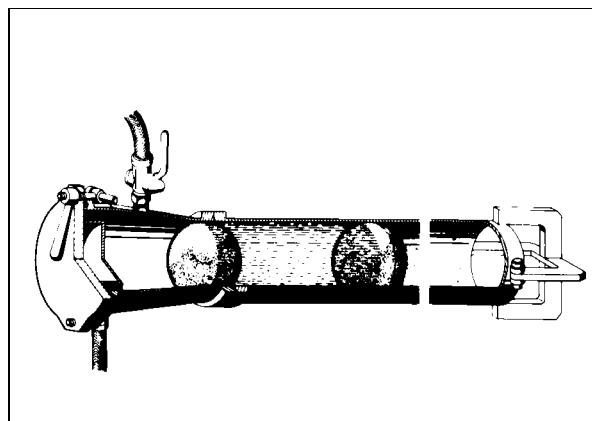

Fig. 3
- cabezal de limpieza de tuberías y dispositivo recogedor de bolas (Fig. 3)